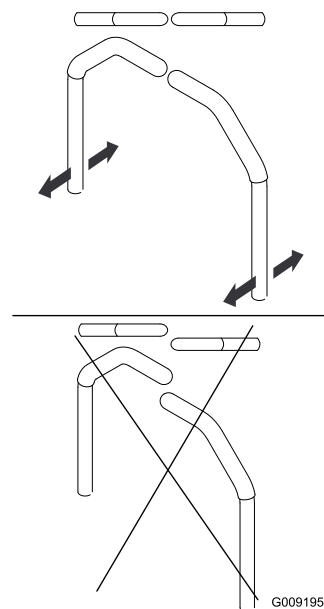

Figura 95
4. Allineate le leve latitudinalmente portandole assieme in posizione FOLLE, fatele scorrere finché non sono allineate e serrate i bulloni (Figura 95).